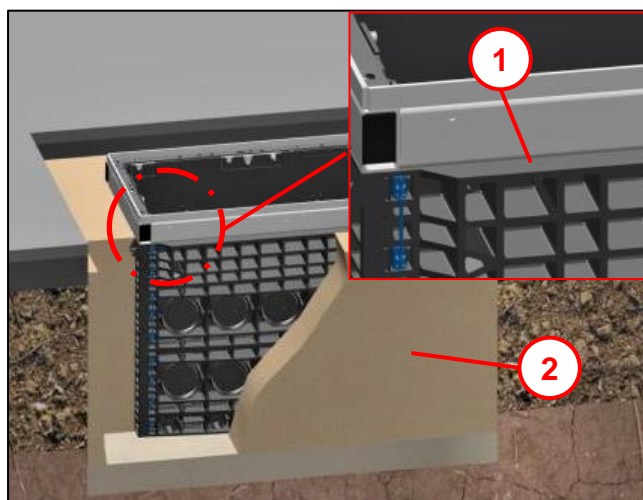

Рис. 31
- Постепенно заполнить котлован уплотняющим материалом (3) согласно ZTV A-StB 12 (или ZTV E-StB 09) до **опорной поверхности торцевой рамы (2)** (см. также рис. Рис. 31).
- Резьбовые штифты с внутренним шестигранником SW5 для регулировки по высоте (1) имеются во всех четырех углах.